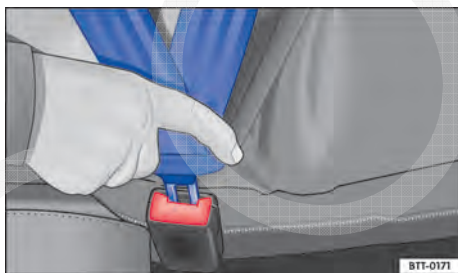

Fig. 74 Introduzir a lingueta do cinto de segurança no fecho do cinto de segurança.
- Introduzir a lingueta do fecho firmemente no fecho do cinto de segurança pertencente ao assento ⇒ Fig. 74.